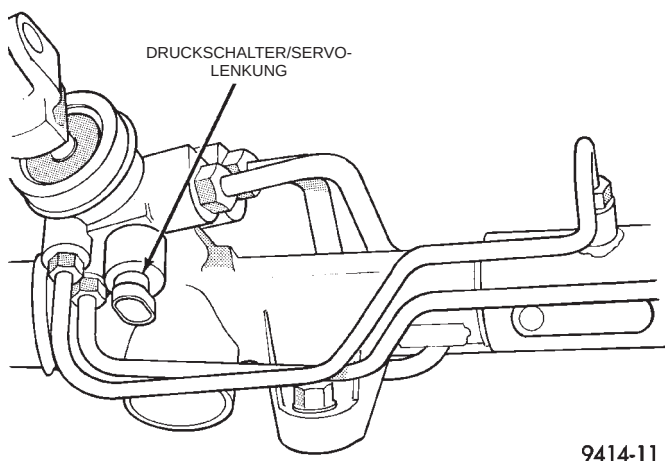
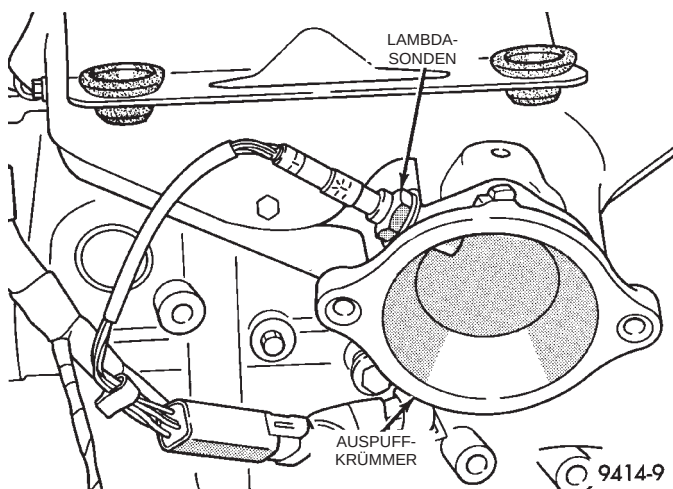
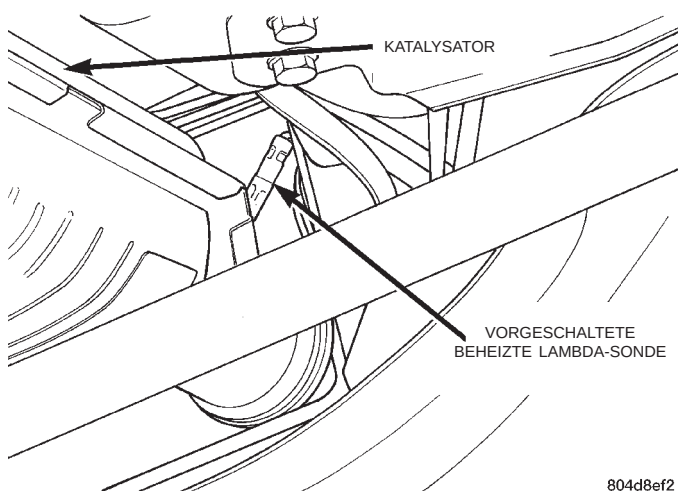
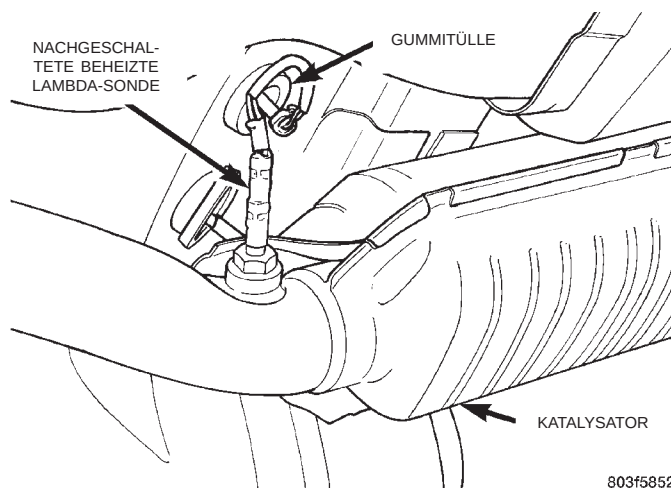

Abb. 53 Druckschalter/Servolenkung
**Abb. 54 Vorgeschaltete beheizte Lambda-Sonde—
**Abb. 55 Vorgeschaltete beheizte Lambda-Sonde—
Abb. 56 Nachgeschaltete beheizte Lambda-Sonde
(20) Den elektrischen Anschluß am Druckschalter/Servolenkung am Gehäuse des Lenkgetriebes der Servolenkung prüfen (Abb. 53).
(21) Bei Fahrzeugen mit Automatikgetriebe die Elektrikanschlüsse am Fahrbereichsfühler (TRS) prüfen.
(22) Die elektrischen Anschlüsse an der vorgeschalteten und an der nachgeschalteten beheizten Lambda-Sonde prüfen (Abb. 54), oder (Abb. 55) und (Abb. 56).